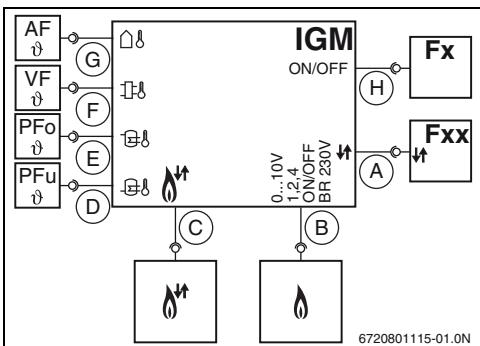

Fig. 2 Schéma de base
**i** Un régulateur FR/FW... et autres modules de régulation doivent toujours être branchés sur la borne [A] (→ fig. 2, page 4) et pas directement au générateur de chaleur avec bus bifilaire.
- **FWx** : régulation à sonde extérieure avec affichage texte destinée à réguler une installation de chauffage avec circuits de chauffage avec ou sans vanne de mélange. Le régulateur FWx doit être connecté aux bornes (A ou C) de l'IGM (→ fig. 2, page 4).
- **VF/SF4** : sonde de température de départ du système pour le branchement aux bornes [F], ou sur les installations avec ballon tampon central à la borne [E] et en option PFu à la borne [D] (→ fig. 2, page 4).
En plus des fonctions de la configuration I, il est également possible de régler en cascade un appareil de chauffage avec bus bifilaire. Les priorités de la cascade (quel appareil de chauffage doit démarrer en premier) sont réglés de manière définitive sur l'écran du module IGM. Selon le réglage, l'appareil de chauffage est raccordé en modulation avec un bus bifilaire (→ fig. 2, page 4, bornes A). Selon le régulateur raccordé, 2 variantes de système sont possibles (→ para. 2.6, page 7).
Régulateur de chauffage avec modulation (en fonction des intempéries) avec commande bus bifilaire. Cette variante permet aux modules de communiquer pour la commande des circuits de chauffage (IPM) avec le module IGM via le BUS commun parallèle au raccordement A sur le module IGM (→ fig. 2, page 4). Ce système garantit l'adaptation optimale de la quantité de chaleur produite par tous les circuits de l'installation de chauffage aux besoins réels. Le module ISM avec la fonction brevetée « Solar Control Unit Inside » permet également d'intégrer de manière optimale une installation solaire au système de régulation. Grâce à cette variante du système, l'installation de chauffage assure un confort optimal pour une économie d'énergie maximale.